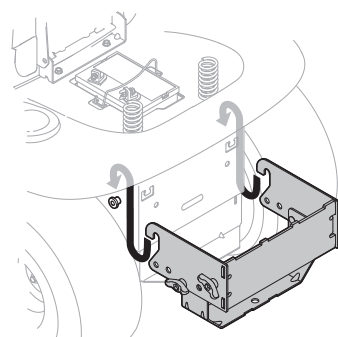

Figura 7
1. Coloque los extremos enganchados del conjunto de montaje sobre los pernos de los hombros en la parte posterior del bastidor del tractor y alinee el orificio central del soporte del enganche con el orificio del enganche del tractor. Ver Figura 7.